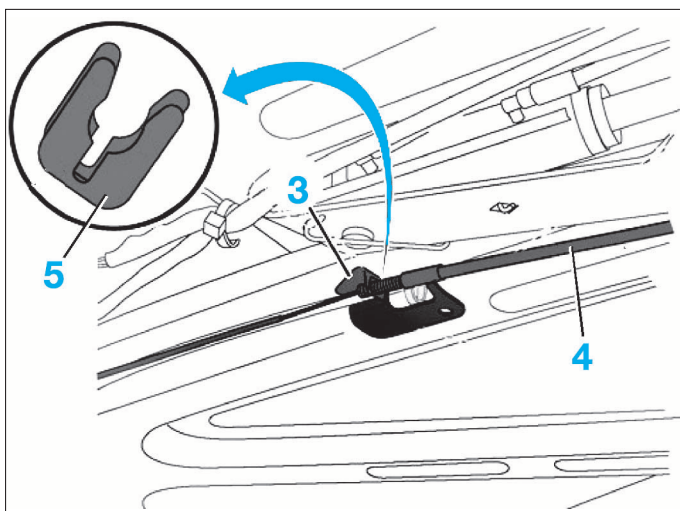
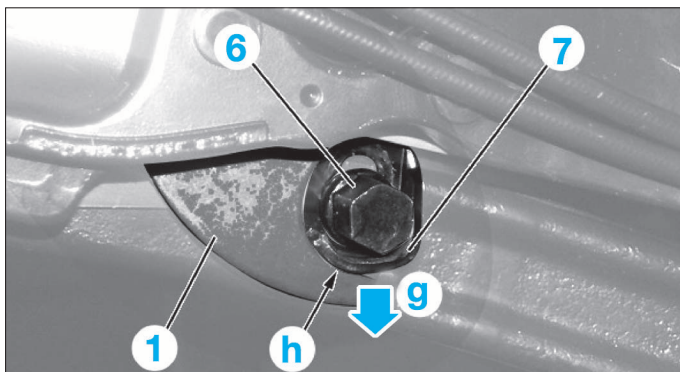
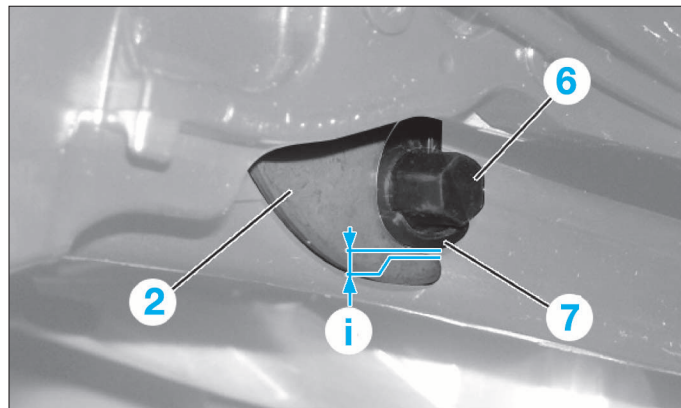

FIG. 100
FIG. 101
FIG. 102
- Mettre en place le clip (5) neuf sur le système de réglage (3) du câble (4) (Opérations symétriques) (Fig.100).
- Mettre en place l'agrafe (5) de maintien du câble (4) sur le pavillon (Opérations symétriques).
- Déposer la vis (6) (Fig.101).
- Enduire le filetage de la vis (6) de frein-filet (LOCTITE 243).
- Reposer la vis (6).
- Mettre la vis (6) en appui sur l'excentrique (7).
- Tirer l'excentrique (7) vers le bas en (g).
- Mettre en appui l'excentrique (7) sur le verrou de custode (1) (h).
- Serrer légèrement la vis (6).
- Régler la hauteur entre l'excentrique (7) et le verrou de custode (2) (Fig.102).
- Serrer la vis (6).
- Contrôler le réglage de l'excentrique (7).
- Corriger le réglage de l'excentrique (7) si nécessaire.